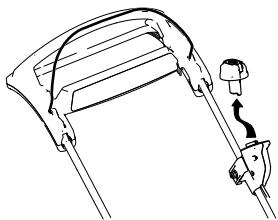

Figura 23
1. Retire el botón de arranque eléctrico (Figura 23).